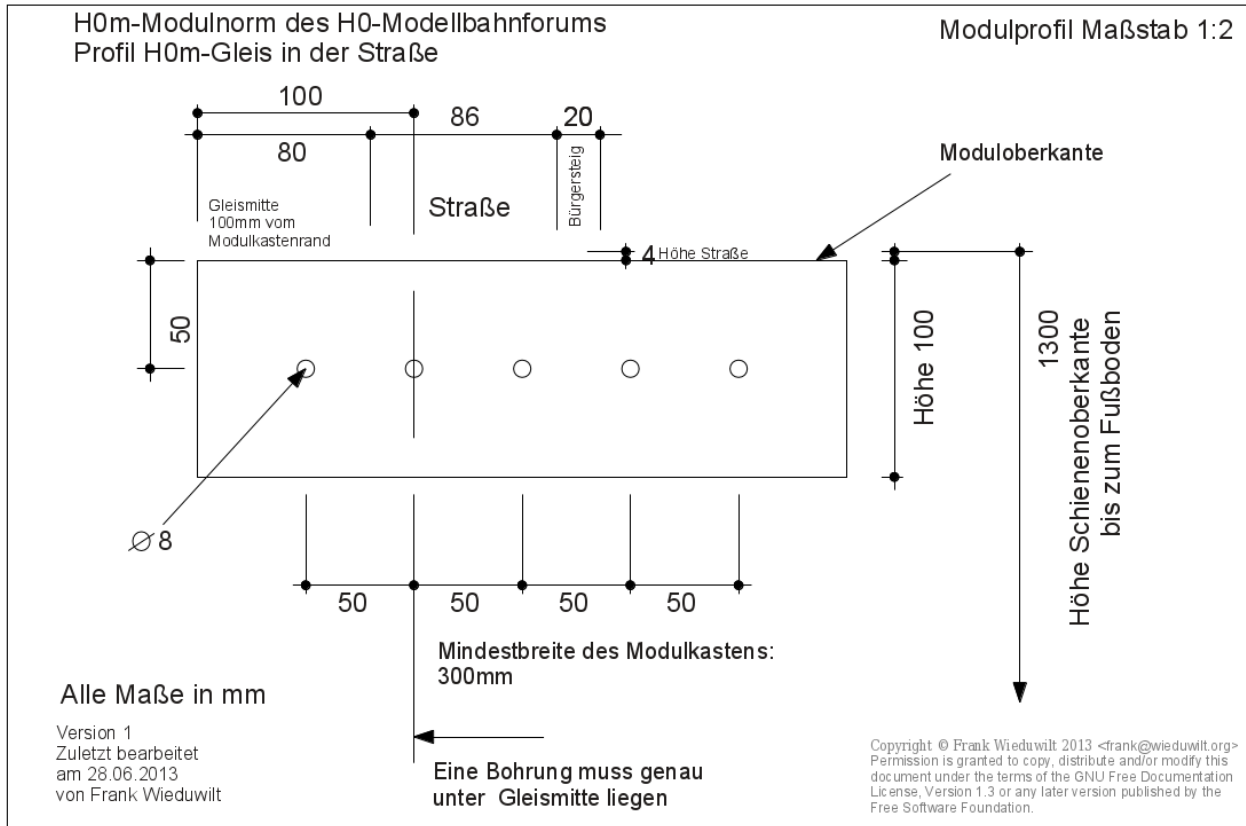

Abbildung 11: H0m Tram-Profil. Das Gleis liegt im Straßenplanum
6.4.1 Bei diesem Profil liegt das Gleis in Seitenlage in der 86mm breiten und 4mm hohen Straße, die auf der von der Bahn abgewandten Seite einen 20mm breiten Gehweg aufweist. Die Lage der Straße entspricht dem anderen Straßenbahn-Profil (s. Abbildung 11).